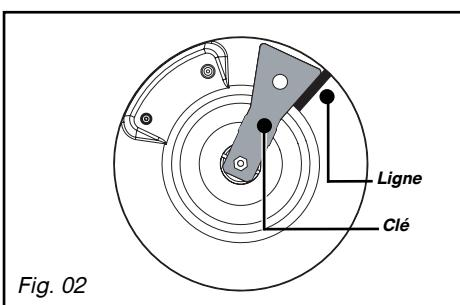

Fig. 02
- Tracez une ligne sur la plaque d'âtre à l'aide d'un crayon à l'endroit indiqué (*Fig. 02*).